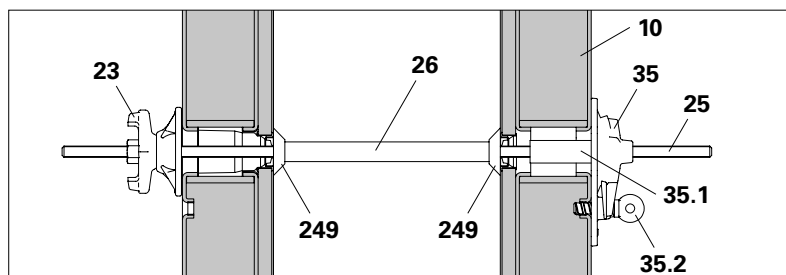

Fig. A5.10
- Variante 1 avec cône MX DR 22/2 (Fig. A5.10)